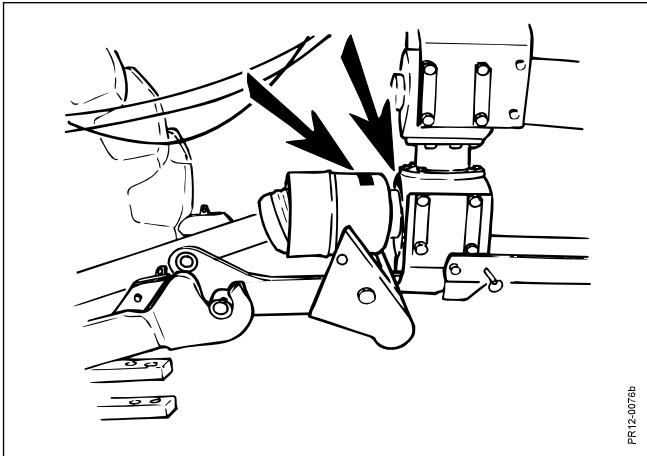

Fig. 2-12
Fig. 2-12 Maskinen er mærket således, at den aktuelle gearing tydeligt vises på det forreste drejegear og beskyttelsesskærmen ved PIC akslen. (Se evt. mærkning på maskinen side 14, pos. 12) Er denne mærkning af en eller anden grund faldet af, kontrolleres gearingen.